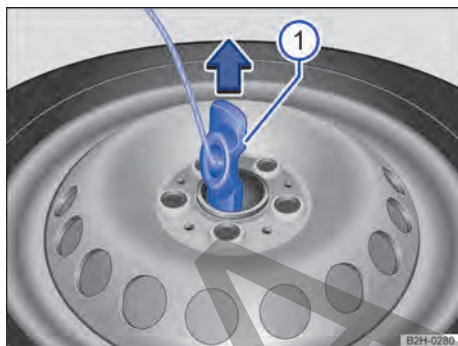

Fig. 198 Rueda de auxilio o de emergencia: soltar el soporte para llantas.
1. Desenrosque el tornillo de seguridad del soporte para llantas → Fig. 198 ①.
2. Coloque el soporte para llantas en vertical → Fig. 198 ①.